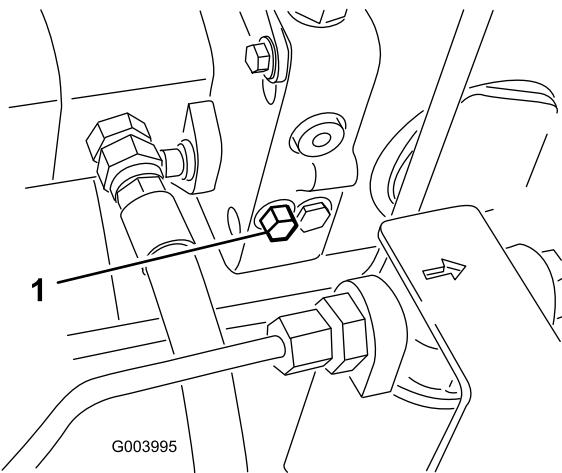

Figura 37
1. Fate ruotare di un giro e mezzo il bullone della valvola di bypass per aprire e lasciare bypassare l'olio all'interno (Figura 37).